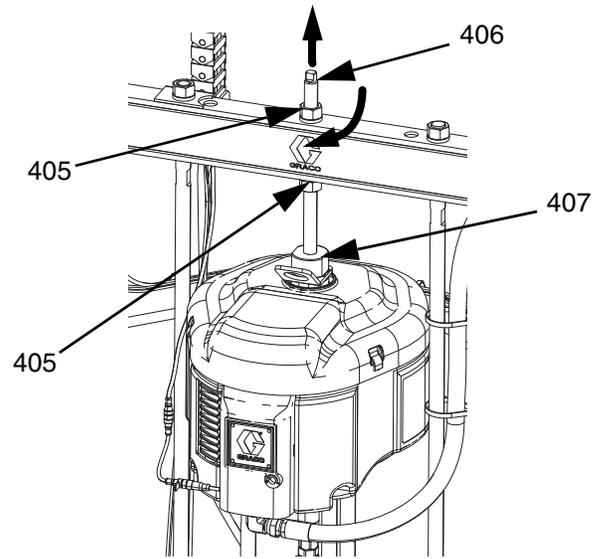

図 43
1. 置換ポンプ (C) をプラテン (D) に挿入します。**プラテン接続** 106 の手順に従ってください。
3. エアモーター (B) を接続します：
- a. タイバーの上端のナット (405) のレンチを使って、エアモーター (B) を置換ポンプ (C) まで下げます。図 43 107 を参照してください。ナット (405) をねじ込み、タイバーの下で締めます。タイバーの下のナット (405) を 25 ft-lb (34 N•m) のトルクで締めます。